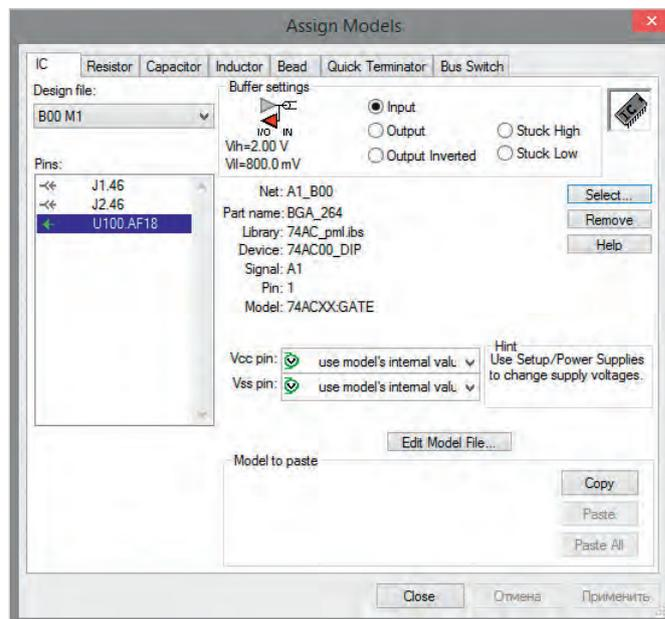

Рис. 12. Параметры модели и выбор назначения вывода компонента U100.AF18 в окне *Assign Models*
*Libraries* выбрать нужную библиотеку компонентов, а затем модель, щёлкнув на имени компонента в поле *Devices* и на номере вывода или имени сигнала в поле *Pin (Signal)*. Отметим, что название данного поля зависит от установленного переключателя в поле *Select by* и может принимать одно из двух значений: *Pin* или *Signal*. Когда все действия в окне *Select IC Model* выполнены, его закрывают кнопкой *OK*. В результате параметры выбранной модели отображаются в окне *Assign Models* на вкладке *IC*. Здесь же в поле *Buffer settings* посредством установки переключателя в одну из позиций задают назначение вывода (см. рис. 12):